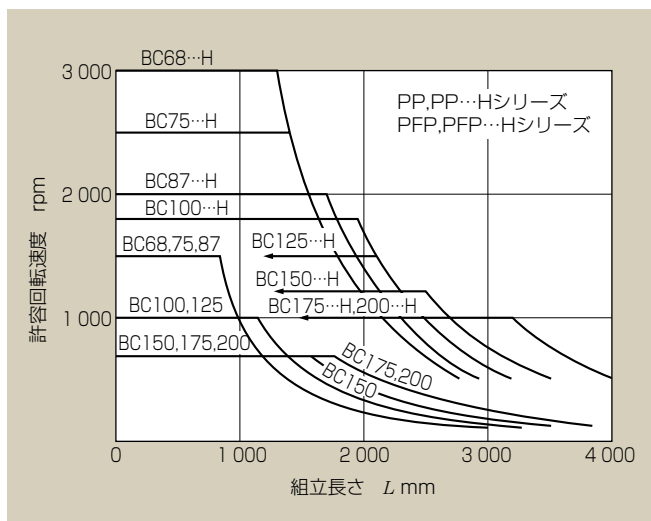

図15 CVJの許容回転速度
2. 長軸シリーズは、軸の長さによって使用回転速度の制限を受けますので図15に示す軸の許容回転速度にてご確認ください。